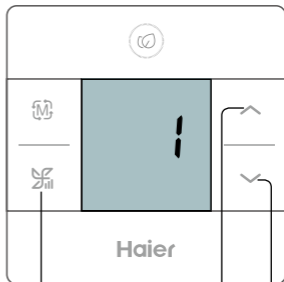

Рис. 2
Нажмите клавишу  (поз. ①) и удерживайте ее в течение 10 сек. На дисплее отобразится адрес 1, заданный по умолчанию (см. Рис.2).